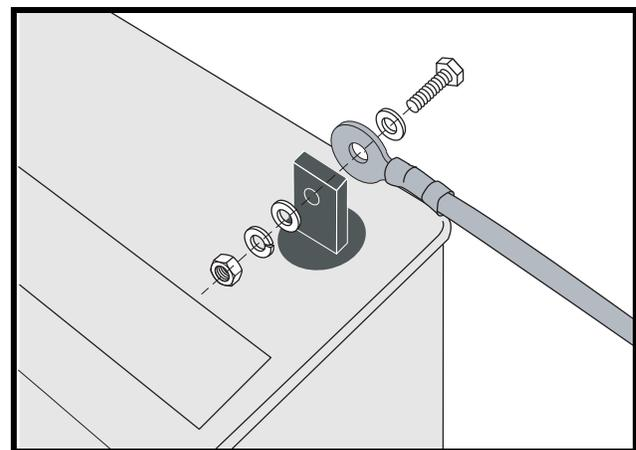

Figure 13. Orientation des fils des batteries
6. Placez une nouvelle batterie dans chaque puits en prenant soins d'aligner les bornes de la batteries droite près du mât de siège et les bornes de la batterie de gauche loin du mât. **Voir la figure 13.**